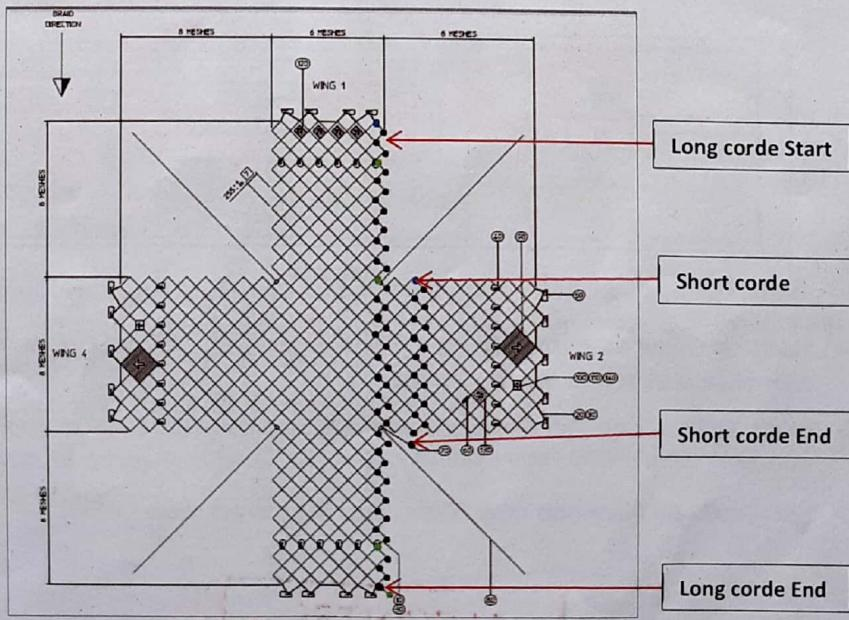

Figure 7
- ඉන්පසු Cord එකට අදාළ වන මුළු Marks ප්‍රමාණය 'Total Marks' නම් කොටුයේ Type කළ යුතුය. (ඉහත Total Marks ප්‍රමාණය නම් Drawing එකේ ඇති Knots සංඛ්‍යාවයි. එය පහත (Figure 7) Drawing එකක් පරිදි ගෙනන් කර ගන්න.